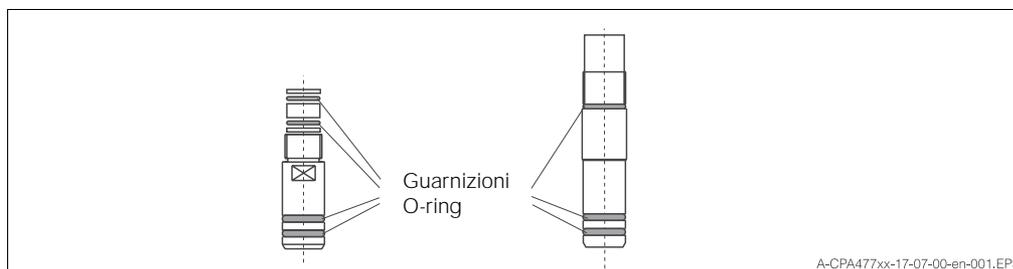

Fig. 3.14: Guarnizioni O-ring dell'armatura CleanFit P CPA 477 (a contatto con il mezzo)
- Controllare regolarmente le guarnizioni O-ring (v. fig. 3.14) a contatto con il mezzo e sostituirle ad intervalli regolari.